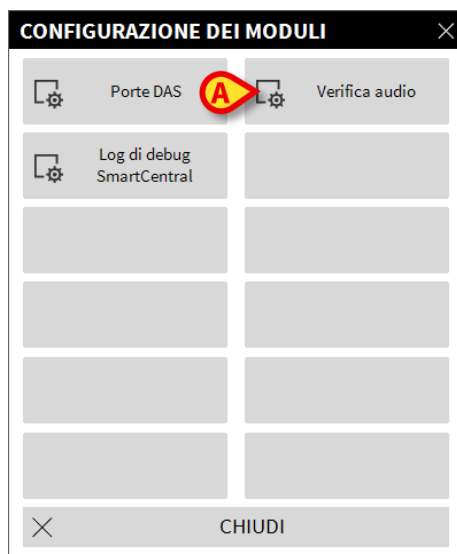

Fig 86
Si aprirà il menù seguente (Fig 86).
- Cliccare su **Prova dell'audio** (Fig 86 A).